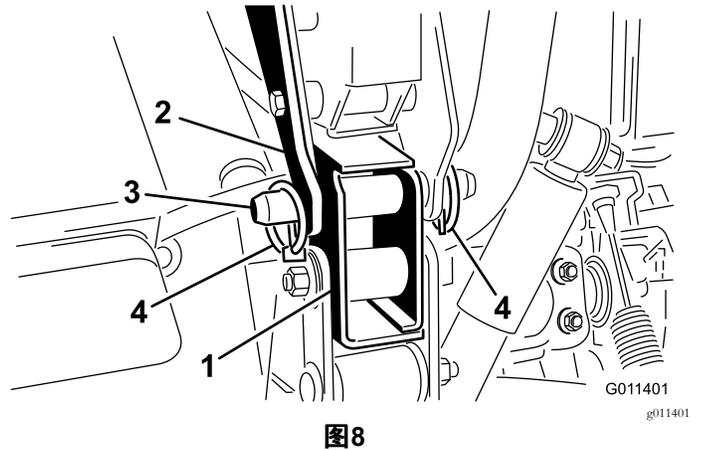

图8
- 用柱销和2个保险销将各个后安装支架固定到工作车机架上图8。